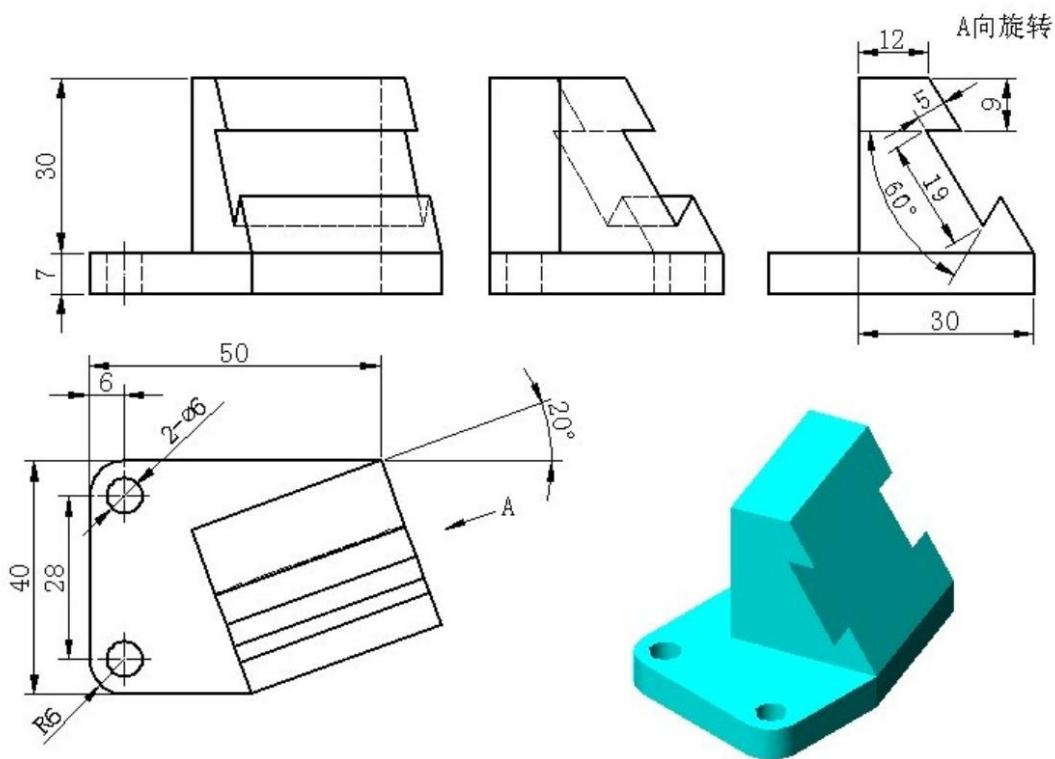

图 J1-7 三维零件 7
- ① 在盘下建立考生文件夹，文件夹名称为“场次-工位号”，所有文件必须保存在考生文件夹中，否则记零分；
- ② 文件名称为“J1-7”，保存在考生文件夹中；
- ③ 根据图 J1-7 所示尺寸完成三维建模；
- ④ 隐藏草图和创建的基准平面；
- ⑤ 考试过程中注意保存，考核结束时考试应立即停止操作，不得关闭电脑，离开考场。